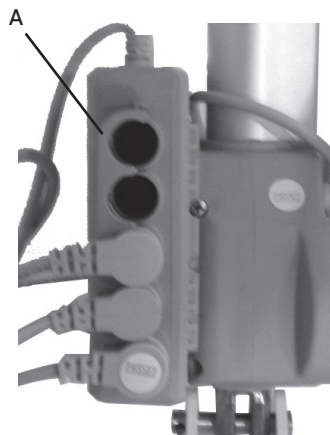

Fig. 4b
- Bloccare i connettori nella centralina con il fermo in plastica Rif.A in Fig.4b (**solo centralina TC14**)